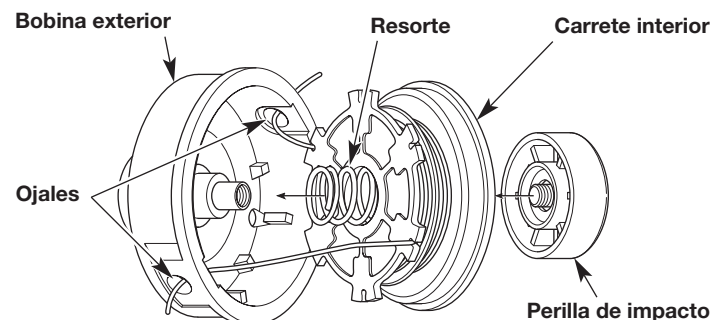

Fig. 16
1. Pase los extremos de los hilos a través de los ojales de la bobina exterior. Coloque el resorte dentro del carrete interior. Inserte el carrete interior dentro de la bobina exterior. Oprima el carrete interior y la bobina exterior uno contra otro (Fig. 16).